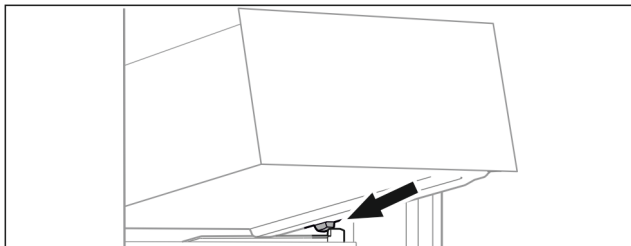

Fig. 138
- ▶ Vendosni sirtarin pjerrtas prapa ndaluesve mbi brinjën e kutisë. (shihni Fig. 138)